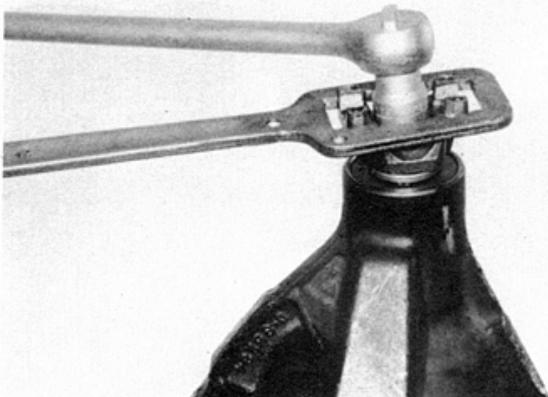

Fig. 19 - Remoção da porca do pinhão.
- Virar a ponta da carcaça na posição horizontal para remover a porca do pinhão. Prender o terminal ou flange com ferramenta similar à mostrada (Fig. 19), e remover a porca do pinhão e as arruelas.
- Remover o terminal ou flange com as ferramentas mostradas (Fig. 19). Se apresentarem desgaste na região de contato do retentor, é preciso trocá-los.